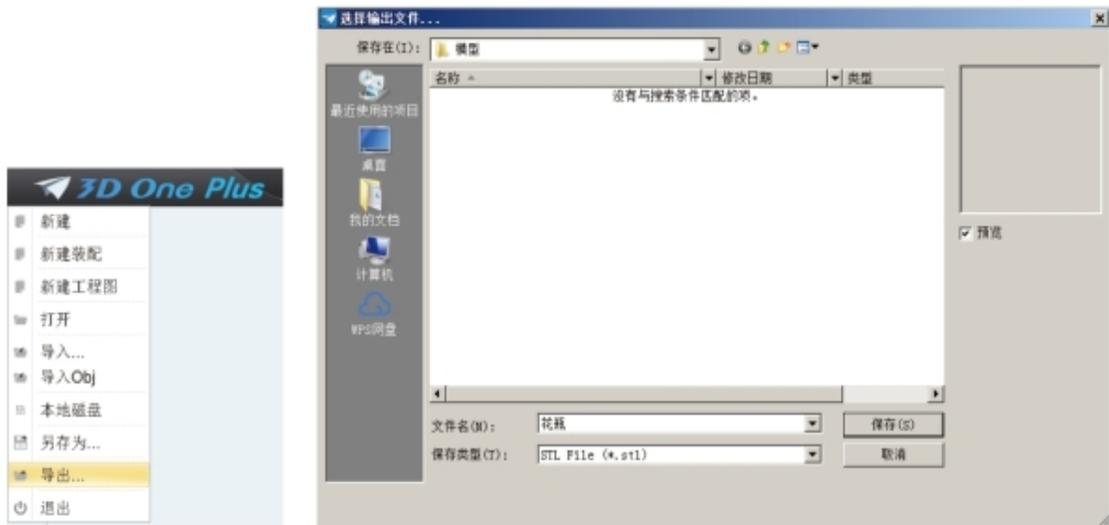

图7-1-15 文件导出
单击软件界面左上角图标→“导出”→选择合适的保存位置→“文件名”输入“花瓶”→“保存类型 (T)”选择 Stl 文件→“保存 (S)”，如图7-1-15所示。